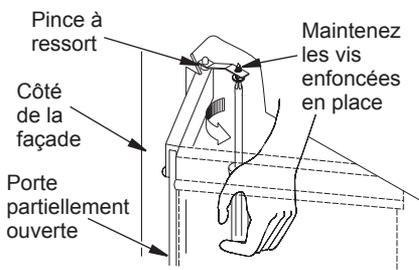

Figure 36 - Réglage des portes vitrées
7. Pour régler les portes, faites-les glisser de manière à les ouvrir partiellement. À l'aide d'un tournevis, desserrez les vis de fixation de la pince à ressort (voir figure 36) et de la plaque de pivot.